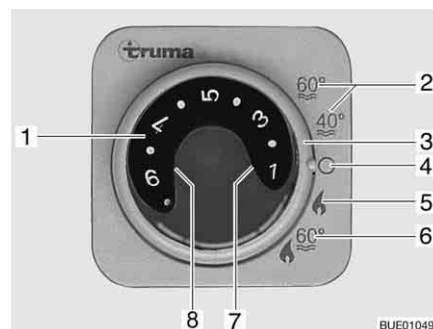

Fig. 189 Centralina di controllo per riscaldamento/boiler
- Impostare la modalità di funzionamento tramite l'interruttore girevole (Fig. 189,3).
A seconda della temperatura ambiente desiderata, il riscaldamento seleziona automaticamente il livello del bruciatore necessario. Al raggiungimento della temperatura ambiente desiderata, il bruciatore si spegne. La temperatura ambiente viene misurata con il sensore di temperatura, accanto al pannello di controllo. Durante la modalità di funzionamento "Riscaldamento e boiler" (Fig. 189,6) è riscaldata anche l'acqua nel boiler. Nella modalità di funzionamento "Riscaldamento senza boiler" (Fig. 189,5) è possibile far funzionare il riscaldamento con il boiler vuoto.
- Impostare la manopola della temperatura (Fig. 189,1) sulla centralina di controllo scegliendo il livello di temperatura desiderato.
- Posizionare l'interruttore girevole (Fig. 189,3) su funzionamento invernale "Riscaldamento senza boiler" (Fig. 189,5) o "Riscaldamento e boiler" (Fig. 189,6).
La spia di controllo verde (Fig. 189,7) si accende e indica allo stesso tempo il livello di temperatura selezionato.
La spia di controllo gialla (Fig. 189,8) indica la fase di riscaldamento dell'acqua con il boiler pieno.
- Posizionare l'interruttore girevole (Fig. 189,3) su "O" (Fig. 189,4).